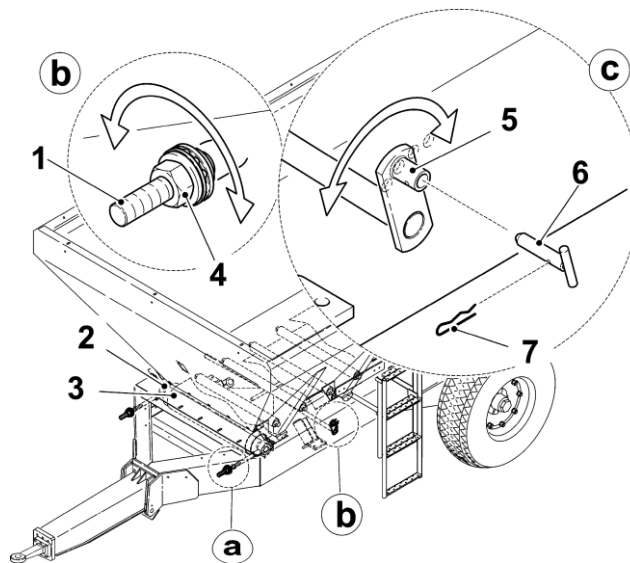

Рис. 10 РЕГУЛИРОВКА РЕМНЯ.
Регулировка ремня требуется только в том случае, когда пояс не перемещается по оси машины и чрезмерно давит на наклонные ролики. Изменения параметров пояса достигаем закручиванием натяжного винта (1) рис. 10. Затянув гайку, перемещаем винтом подшипниковый узел (2), что вызывает изменение угла расположения натяжного барабана (3).